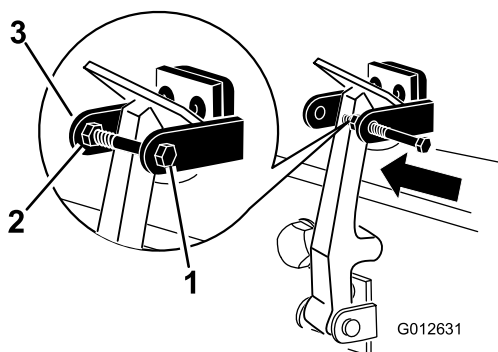

Figure 9
7. Vissez le boulon dans l'autre bras du support de verrou pour bloquer le verrou en position (Figure 9). Serrez fermement le boulon mais pas l'écrou.